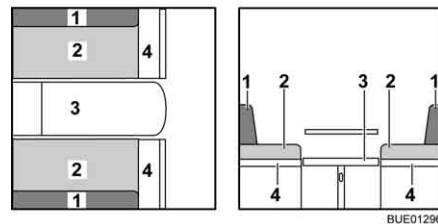

Fig. 119 Durante la transformación
- Ampliar el banco (Fig. 119,4).
- Quitar los cojines del respaldo (Fig. 119,1) y ponerlos a un lado.
- Tirar de los cojines del asiento (Fig. 119,2) hacia el centro.